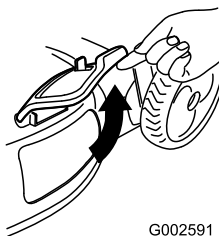

Figura 40
2. Alzate lo sportello di scarico laterale per aprirlo (Figura 40).